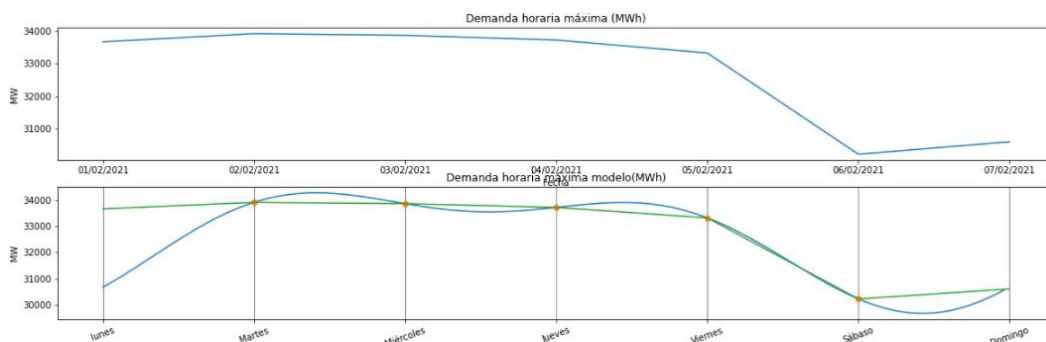

Figura 43: Modelo polinomio interpolador trigonométrico de la demanda semanal de la España peninsular
En la Figura 43 se puede observar la demanda semanal. En la gráfica superior se muestran los datos obtenidos de (46) y en la gráfica inferior el resultado proporcionado por el modelo. Se observa que la potencia demandada es inferior en el fin de semana.